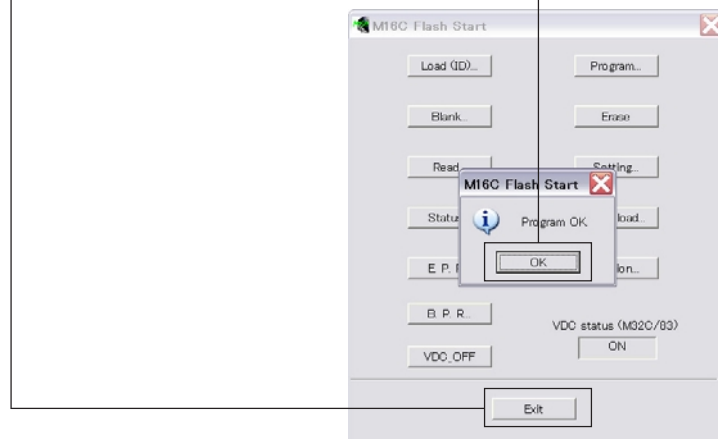

Fig. 6
Click [OK]. (Fig. 6)
10. Click [EXIT], to end "FlashSta.exe". (Fig. 6)
[OK]をクリックします。(Fig. 6)
10. [EXIT]をクリックして、“FlashSta.exe”を終了します。(Fig. 6)